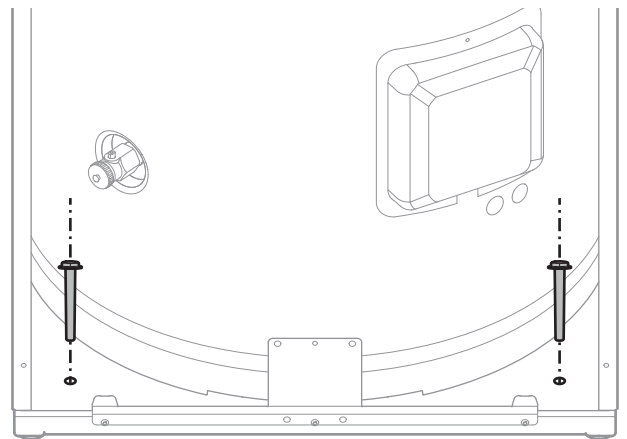

fig. 22 - Fixation au sol
- Fixer le module hydraulique au sol (fixation non fournie) (fig. 22).